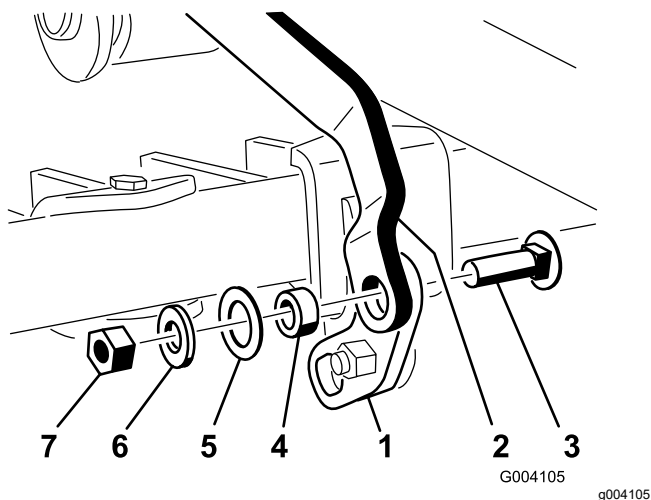

图 16
- 在升降踏板总成膝部向上弯曲时使用一个托架螺栓 3/8 x 1-1/4 英寸、一个垫片、一个垫圈 1 英寸、一个垫圈 13/16 英寸和一个锁紧螺母 3/8 英寸将枢轴凸耳上的方孔安装到机具架连杆的末端如图 16 所示。